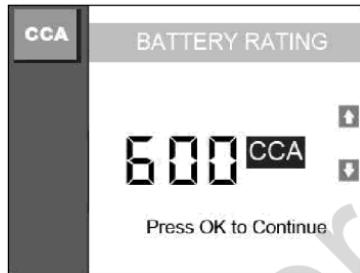

Рис. 9.4
7. Например, выбрать ток холодного пуска ССА в списке и нажать кнопку **OK** для продолжения. Затем на экране отображается надпись, как показано на рис. 9.4. Нажать кнопку прокрутки **UP/ DOWN** для увеличения или снижения стандартного значения ССА на 20 единиц, затем нажать кнопку **OK** для подтверждения.